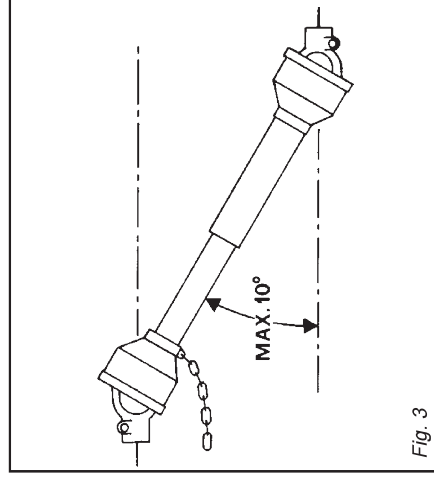

Fig. 3
- 39)** Disinserire, sempre, la presa di forza quando l'albero cardanico fa un angolo troppo aperto (mai oltre i 10 gradi - Fig. 3) e quando non viene usato.
- 39)** Always disengage the pto when the cardan shaft is set at an excessively open angle (never beyond 10 degrees - Fig. 3) and when it is not in use.
- 39)** Die Zapfwelle immer ausschalten, wenn die Gelenkwelle einen zu großen Winkel einnimmt (nie über 10 Grad - Abb. 3) und wenn sie nicht gebraucht wird.
- 39)** Débrayez toujours la prise de force quand l'angle de l'arbre à cardans est trop ouvert (jamais plus de 10 degrés Fig. 3) et lorsque vous ne devez pas l'utiliser.
- 39)** Desactivar, siempre, la toma de fuerza cuando el árbol cardánico hace un ángulo demasiado abierto (nunca superar los 10 grados - Fig. 3) y cuando no la usamos.